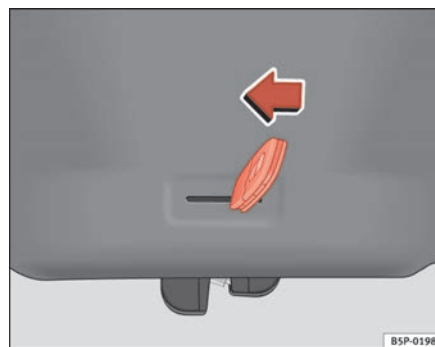

Fig. 68 Portón trasero: apertura de emergencia
- Introduzca el espadín de la llave en la ranura y desbloquee el sistema de cierre, dirigiendo la llave de derecha a izquierda, tal como indica la flecha ⇒ fig. 68. ■